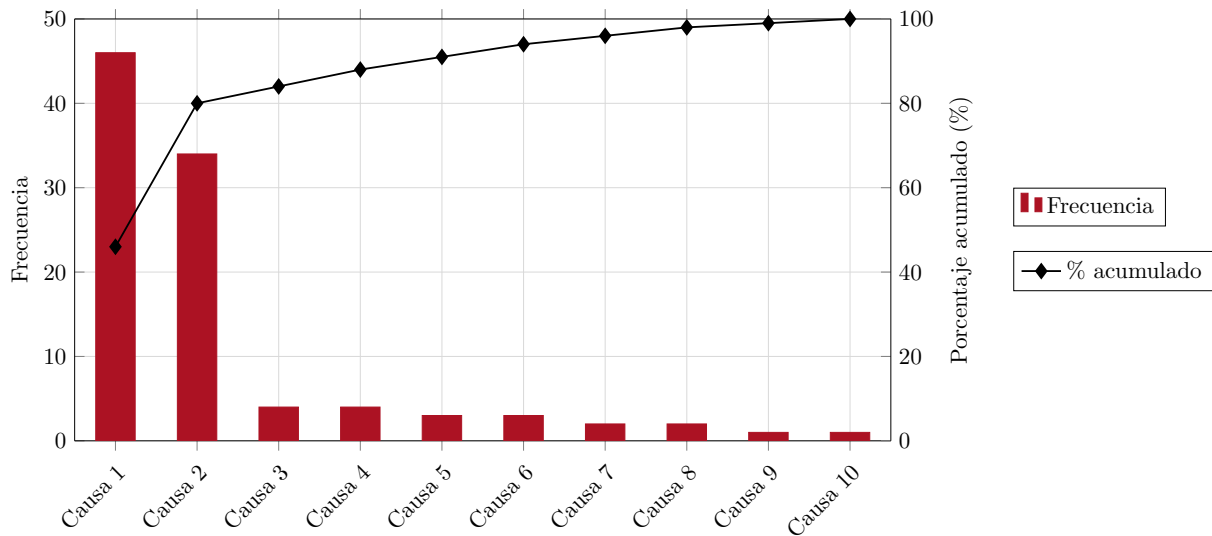

Figura 5.8: Histograma — diagrama de Pareto
- **Histogramas:** Organizan los datos en columnas ordenadas por frecuencia, permitiendo aplicar el **principio de Pareto** para focalizar los esfuerzos en resolver el 20 % de las causas que generan el 80 % de los problemas (Figura 5.8). Son particularmente útiles para priorizar acciones de mejora.